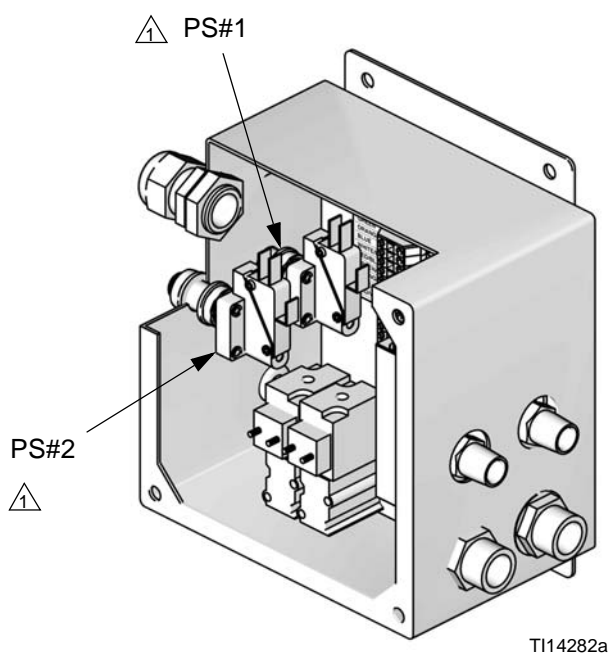

FIG. 4. Installer l'interrupteur de pression (deux illustrés)
1. Chaque kit du boîtier de rinçage du pistolet comprend un interrupteur de pression (PS). Le module de commandes pneumatiques peut disposer d'un ou deux interrupteur/s de pression. Installer l'interrupteur/les interrupteurs à gauche du boîtier. Voir la FIG. 4.